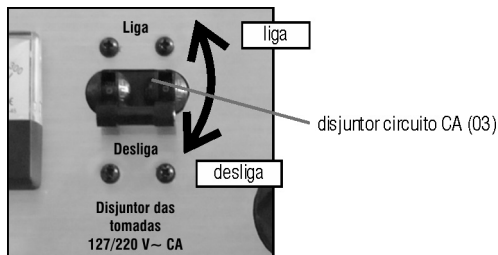

Fig. 16 – disjuntor circuito AC
Se houver sobrecarga de corrente elétrica o disjuntor irá atuar automaticamente, assumindo a posição desligado (OFF). Quando esta situação ocorrer, primeiro verifique a causa da sobrecarga resolvendo-a e só então acione o disjuntor para a posição liga (ON) (fig. 16).